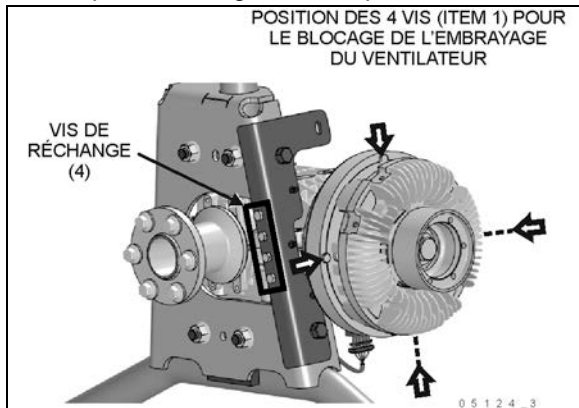

FIGURE 25 : VERROUILLAGE MÉCANIQUE
3. Dévisser et retirer les 4 boulons de recharge à tête hexagonale M6x12 vissés à l'angle sur le support de montage du boîtier du ventilateur (FIGURE 25).